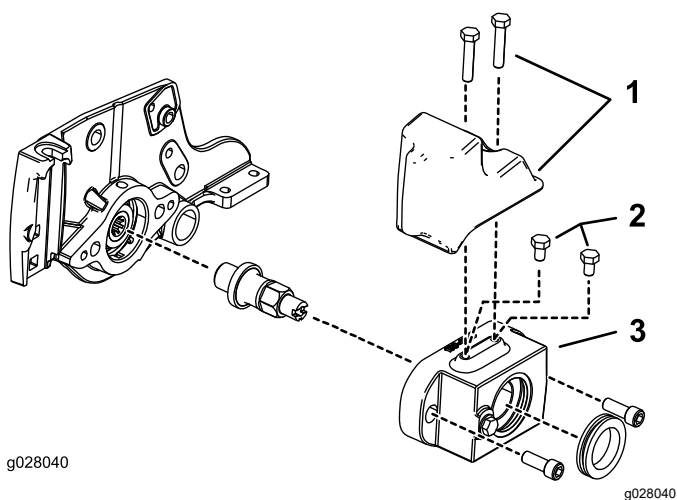

图 5
- 对于液压驱动滚刀马达如图 5 所示在滚筒刷架的顶部安装 2 个螺栓 5/16 x 1/2 英寸仅限 12.7cm 液压滚刀马达。
- 对于电动滚刀马达如图 5 所示订购并安装 1 个配重块零件号 127-4259-03 和 2 个螺栓零件号 322-7。